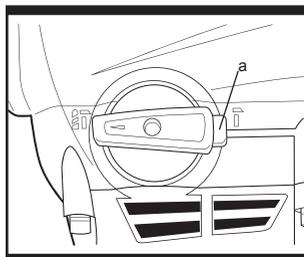
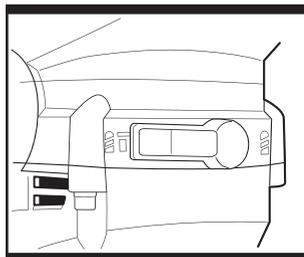

Fig. 7
Fig. 8
7. PERÇAGE EN PERCUSSION (Fig. 7 & Fig. 8)